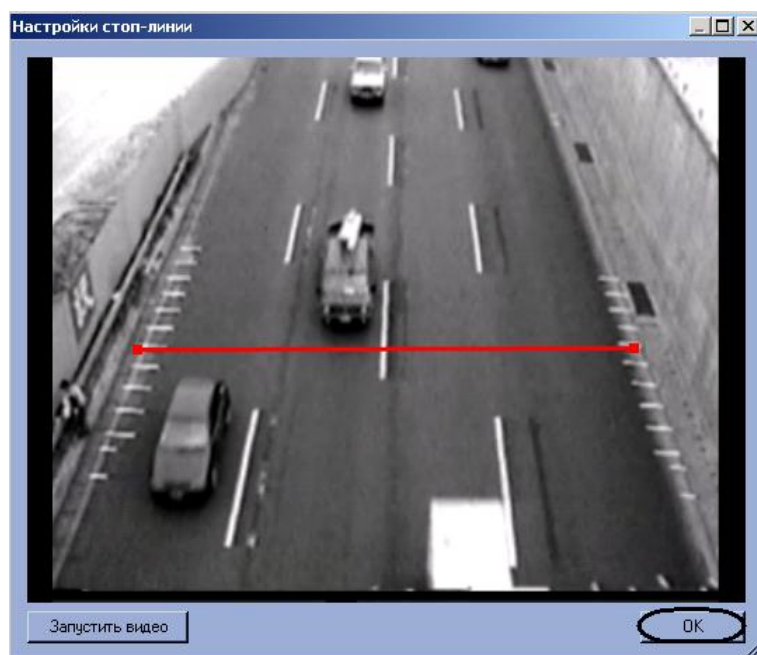

Рис. 7.2—32 Задание стоп-линии
4.3 Задать стоп-линию. Для этого требуется привести курсор мыши на один из краев дороги, нажать левую клавишу мыши и, не отпуская левой клавиши мыши, сместить курсор на другой край дороги в кадре видеоизображения (см. Рис. 7.2—32).